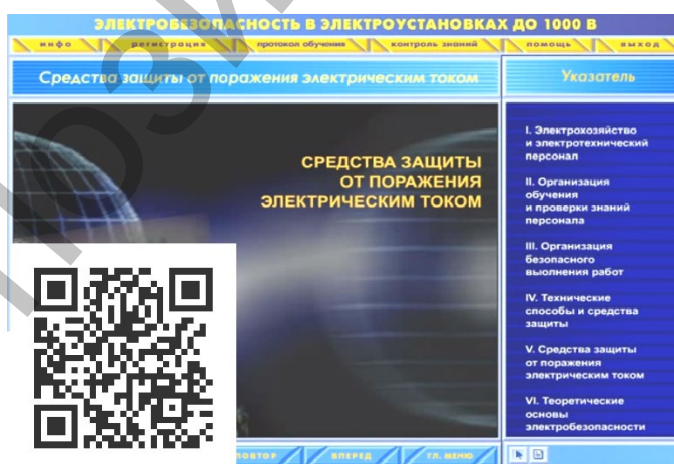

Рис.17. Средства защиты от поражения электрическим током (видео 6 мин. 51 с.)
**Средства защиты от случайного прикосновения к токоведущим частям** делятся на изолирующие, ограждающие и вспомогательные (рис. 17).